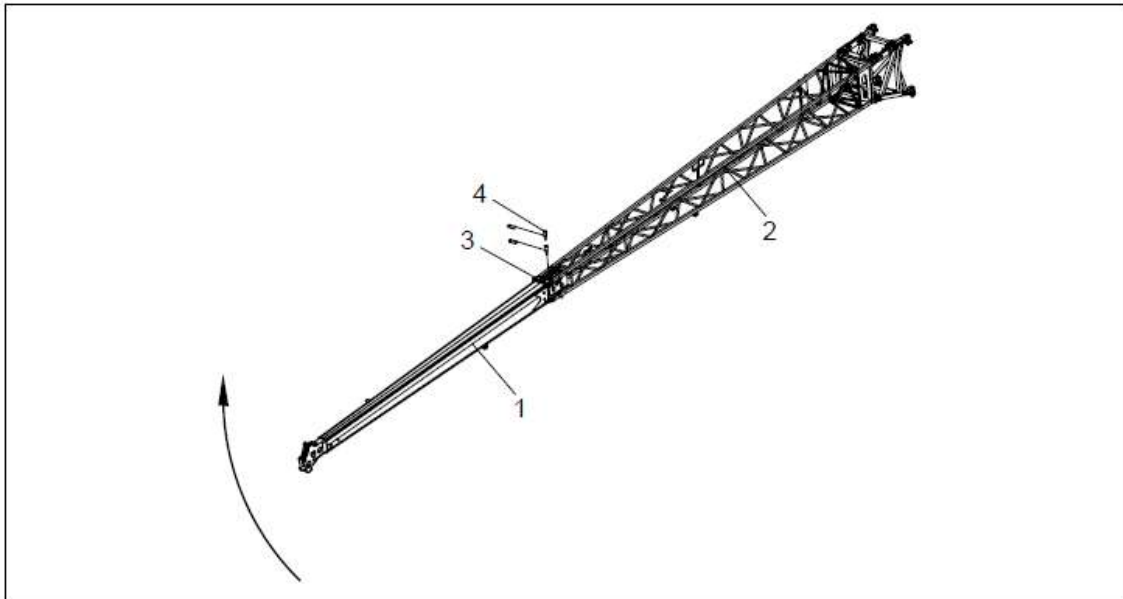

Fig.4-3.49
- 3) Como mostrado na Fig.4-3.49. Retire o pino de eixo B, insira-o no orifício do braço dobrável, em seguida, gire-o em torno do pino do eixo A. Gire o braço dobrável